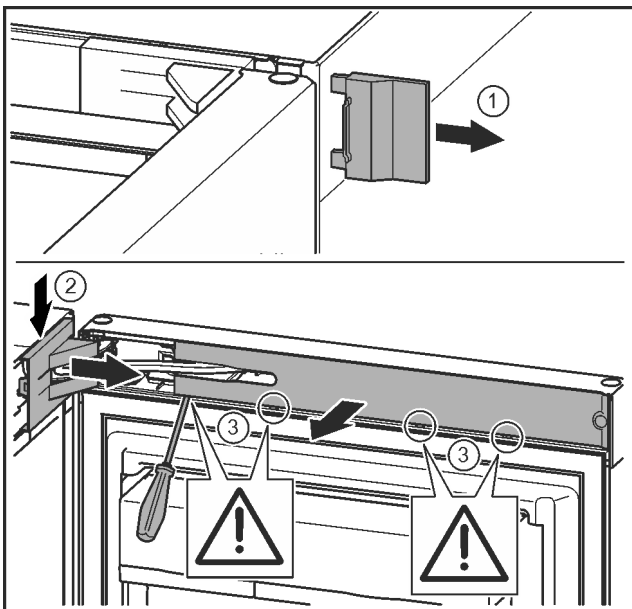

Fig. 10
- ▶ Togliere la copertura esterna. Fig. 10 (1)
- ▶ Sganciare e staccare la copertura del blocco di supporto. Asportare la copertura del blocco di supporto. Fig. 10 (2)
- ▶ Con un cacciavite liberare la mascherina e girarla lateralmente. Fig. 10 (3)